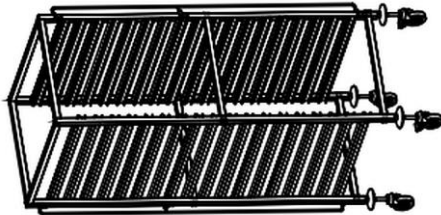

Abb. 2
10. Schrauben Sie anschließend die Lenkrollen in die Vierkantrohre der Seitenteile. (Abb. 2)